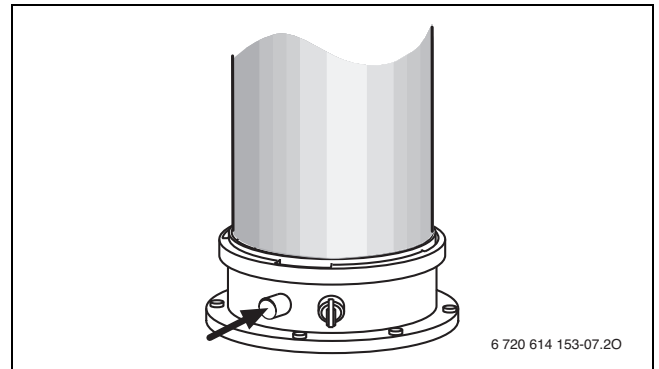

Bild 50 Abgasmessstutzen
- ▶ Stopfen am Abgasmessstutzen (→ Bild 50, [1]) entfernen.